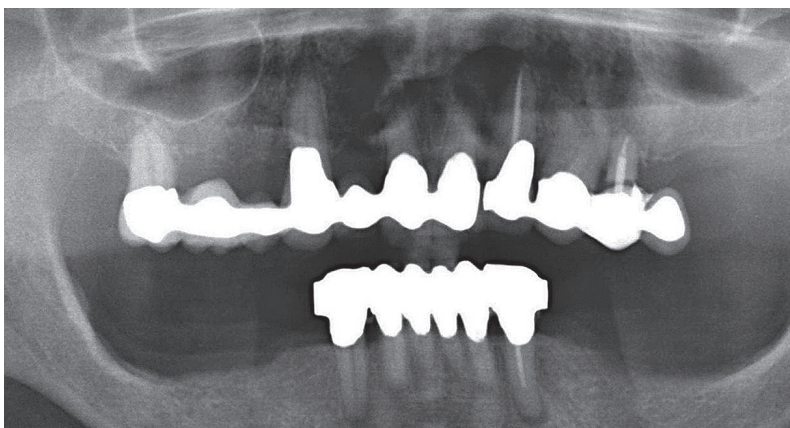
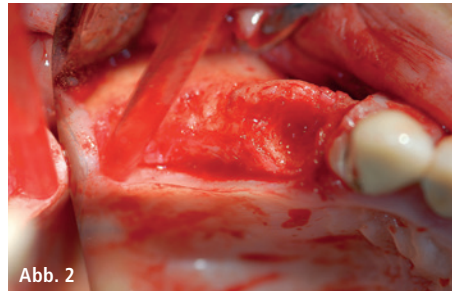
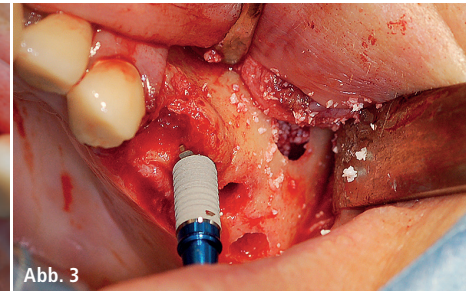
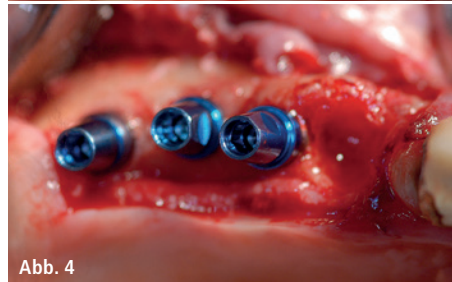

Abb. 1: Röntgenbild der Ausgangssituation: Die Pfeilerzähne 24 und 27 sind nicht zu erhalten.
Abb. 2
Abb. 3
Abb. 4
tat (NobelParallel CC 4,3 mm x 11,5 mm, Nobel Biocare) gesetzt. Aufgrund der vorausgegangenen Entzündung des Wurzelrestes sowie der langen Zeit zwischen Extraktion und Implantation (zwei Jahre) lag eine bukkale und palatinale Resorption vor. Das Implantat wurde mittig auf dem Kieferkamm inseriert, wodurch sich bukkal und palatinal eine Dehiszenz von etwa 2 mm am Implantat ergab. Der atrophierte Bereich wurde mit Knochenersatzmaterial (creos™ xenogain, Nobel Biocare) aufgebaut und mit einer trapezförmig geschnittenen Kollagenmembran (creos™ xenoprotect, Nobel Biocare) abgedeckt. Das Ganze wurde spannungsfrei mit PTFE-Nahtmaterial vernäht. Die gesamte Abheilzeit verlief komplikationslos. Nach einer Abheilzeit von vier Monaten wurde das Implantat mittels Rollappentechnik freigelegt. Dabei konnte festgestellt werden, dass der gesamte Bereich bis hin zur Implantatschulter knöchern regeneriert war. Partikel des KEM waren noch sichtbar, fest im neu gebildeten Knochen inkorporiert. Der Zahn wurde sechs Wochen später mit einer zementierten Procera Zirkonoxidkrone (Nobel Biocare) auf einem Procera Zirkonoxidabutment versorgt (Abb. 1–10).
**Abb. 2:** Knochensituation zum Zeitpunkt der Implantatinserterion. – **Abb. 3:** Insertion der Implantate Regio 25–27 mit gleichzeitiger Sinusliftaugmentation. – **Abb. 4 und 5:** Die drei primär stabil inserierten Implantate mit den TempBase-Aufbauten unmittelbar nach der Insertion.
tatpositionen hinsichtlich anatomischer sowie prothetischer Kriterien geplant (Abb. 1). Drei Implantate sollten in den zahnlosen Seitenzahnbereich für die Aufnahme einer prothetischen Versorgung inseriert werden.
riert (Abb. 2). Zum Anlegen des Knochenfensters im Sinusbereich diente ein Sinuslifttray (Frios Sinusset, Dentsply Sirona Implants). Die Schneider'sche Membran wurde schonend angehoben und auf Unversehrtheit überprüft. Hinweis: Vorhandene Perforationen
Die Insertion der Implantate erfolgte von distal nach mesial (Abb. 3), wobei die TempBase als Einbringhilfe diente. Für Regio 25 wurde eine Implantatlänge von 15 mm, für Regio 26 und 27 eine Länge von 13 mm gewählt. Nach der Insertion konnte eine für die Sofortversorgung ausreichende Primärstabilität diagnostiziert werden (Abb. 4 und 5). Es folgte das Auffüllen des restlichen Kieferhöhlenlumens und der Defektalveole Regio 24 mit dem Knochenersatzmaterial-Eigenknochenmisch. Über das Augmentat wurde eine resorbierbare Kollagenmembran gelegt, die zur besseren Haftung mit physiologischer Kochsalzlösung angefeuchtet worden war. Der trapez-
**Abb. 1 und 2:** Zwei verschiedene Materialien nach sieben Jahren im Vergleich. – **Abb. 3 und 4:** Klinisch zeigt das Knochenersatzmaterial keine Vitalität. Im Röntgenbild ist die deutliche Demarkierung zum Empfängerknochen zu sehen.
In den Röntgenbildern des ersten Falls sehen wir zwei Materialien im Vergleich nach einer Liegedauer von sieben Jahren. Beide Materialien gewährleisten das Volumen für eine dauerhafte Integration der Implantate, aber während das synthetische Material komplett resorbiert und in vitalem Knochen umgewandelt wurde, weist das bovine Material keinerlei Anzeichen einer Resorption oder Transformation auf (Abb. 1 und 2). Obwohl das Xenograft nicht resorbiert wurde, ist in diesem Fall eine stabile Implantatsituation zu sehen.
be abgestoßen. Klinisch zeigt das Ersatzmaterial weder Vitalisierung noch Kontakt zum Wirtsknochen (Abb. 3 und 4). Vollständig resorbierbare alloplastische Materialien wie phasenreines Beta-Tricalciumphosphat ( $\beta$ -TCP) zeigen diese Reaktionen nicht. CERASORB® M, ein zu mehr als 99 % phasenreines  $\beta$ -TCP mit einer polygonalen, offenen Zellstruktur und interkonnektierenden Poren, erlaubt eine schnelle Migration der Osteoblasten und eine komplette Transformation zu körpereigenem, vitalem Knochen in sechs bis neun Monaten. Da es keinerlei biologische Vorgeschichte hat und der Herstellungsprozess die absolute Abwesenheit von Mikroben und Pyrogenen gewährleistet, kann der Gebrauch des Materials als unkritisch eingestuft werden.